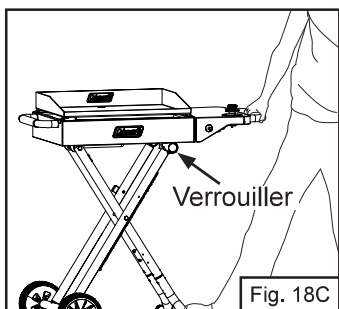

Fig. 18C
3. Verrouillez le dessus de l'appareil dans les crochets de pied comme indiqué (Fig. 18C).